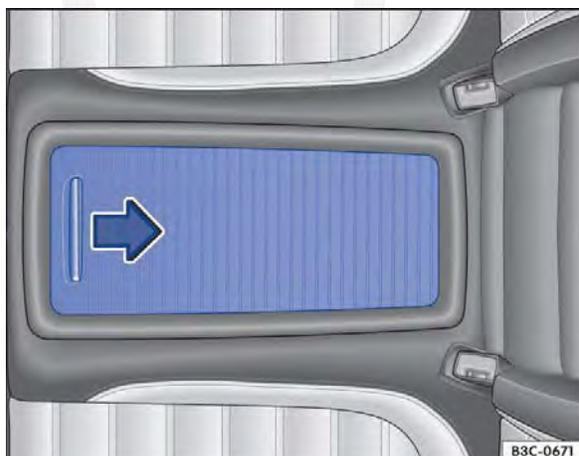

Fig. 126 Porta-bebidas entre os assentos traseiros: abrir a cobertura.
- Empurrar a cobertura no sentido da seta ⇒ Fig. 126.
- Empurrar a cobertura na direção contrária à da seta ⇒ Fig. 126.